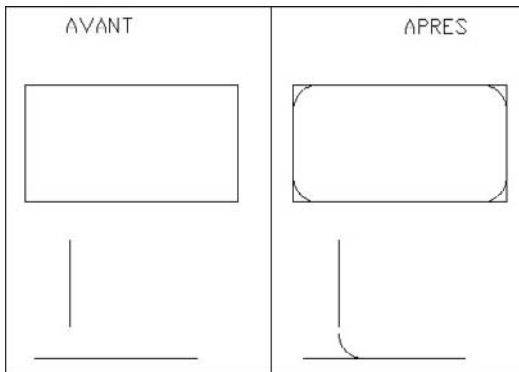

Fig.6.15
- 1 Exécuter la commande de raccordement à l'aide d'une des méthodes suivantes (fig.6.15) :